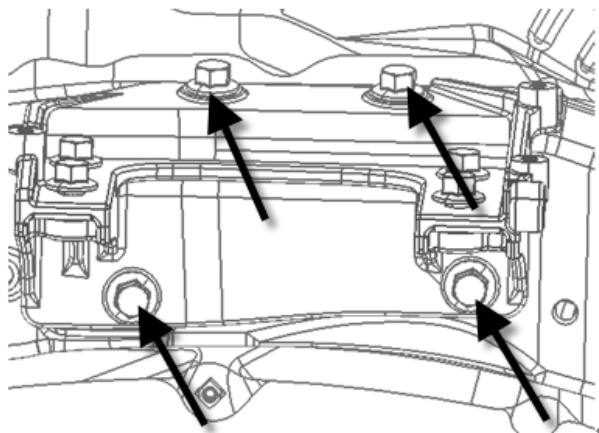

图 12
2.7.5 拆下动力总成左悬置车身支架与车身连接的 4 个螺栓（如下图 12 所示），即可取下动力总成左悬置车身支架。
2.8.1 将动力总成左悬置车身支架通过四个螺栓安装到车身上并打紧（如图 12 所示）。
2.9.1 将动力总成左悬置车身支架与车身连接的 3 个螺栓打紧力矩为 85 N.m（如图 12 所示）。